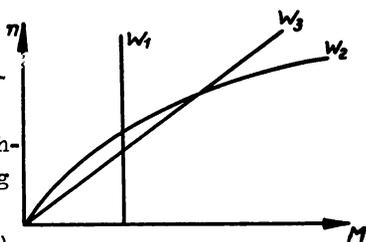

Bild 6
1. Das Widerstandsmoment ist konstant und unabhängig von der Belastung. Es wird wie in Bild 6 durch eine senkrechte Gerade  $W_1$  dargestellt. Alle Arbeitsmaschinen mit reiner Reibungsarbeit, wie z.B. Papiermaschinen, Dreh- und Bohrmaschinen, Hebezeuge (Kräne, Winden, Fördermaschinen), Kolbenpumpen bei konstantem Gegendruck u.a., haben eine solche Charakteristik.
2. Das Widerstandsmoment steigt quadratisch mit der Drehzahl an. Das ist z.B. der Fall bei Lüftern, Kreiselpumpen, Schiffspropellern u.a., also bei Arbeitsmaschinen, bei denen ein Luft- oder Flüssigkeitswiderstand zu überwinden ist. Die Kurve  $W_2$  in Bild 6 zeigt die Charakteristik einer
3. Das Widerstandsmoment wächst proportional mit der Drehzahl, wie es z.B. beim Antrieb eines Gleichstromgenerators mit Fremderregung vorkommt, dessen äußerer Widerstand konstant ist ( $W_3$  in Bild 6).